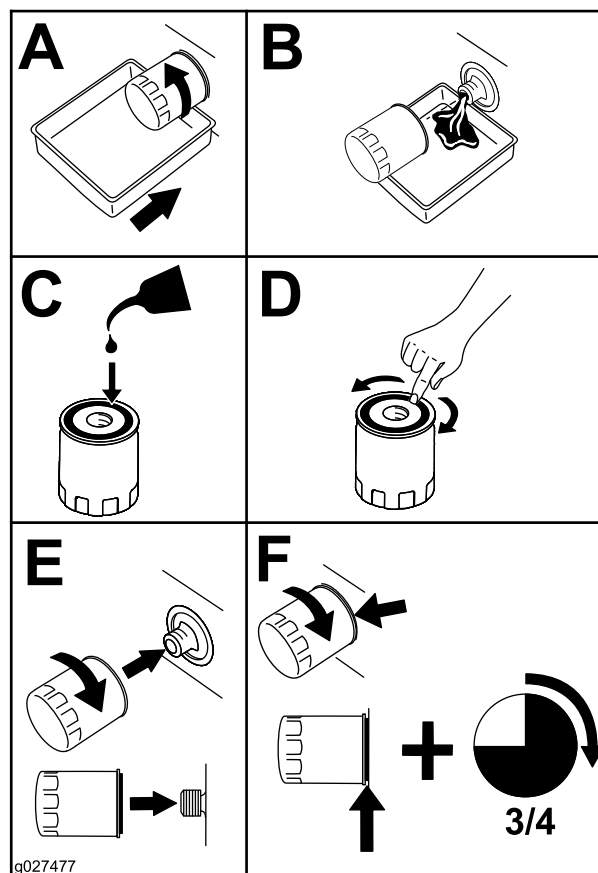

Figura 52
2. Sustituya el filtro de aceite del motor (Figura 52).